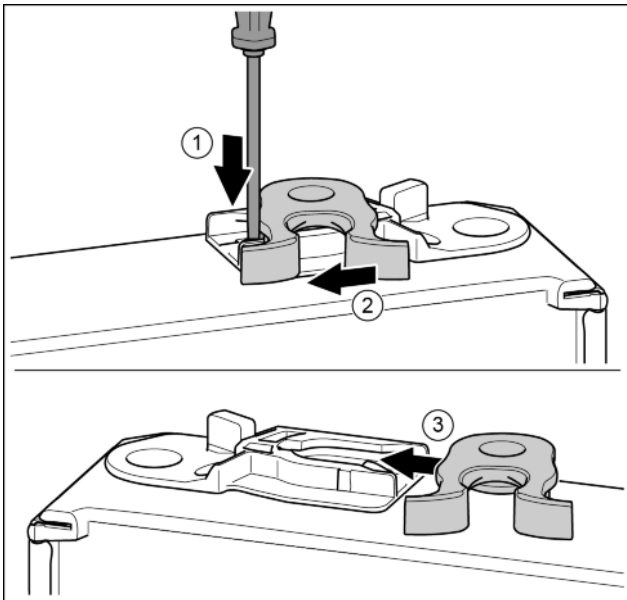

Fig. 17*
- ▶ Lip met sleufschroevendraaier naar onder drukken. Fig. 17 (1)*
- ▶ Sluithaak uit de geleiding trekken. Fig. 17 (2)*
- ▶ Sluithaak aan de andere kant van de geleiding schuiven. Fig. 17 (3)*